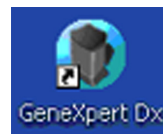

Figura 2-17. Pictogramă comandă rapidă pentru sistemul GeneXpert Dx
5. Software-ul GeneXpert Dx pornește automat la pornirea sistemului. O pictogramă GeneXpert Dx de pe desktopul Windows permite inițierea manuală a software-ului. Consultați Figura 2-17.